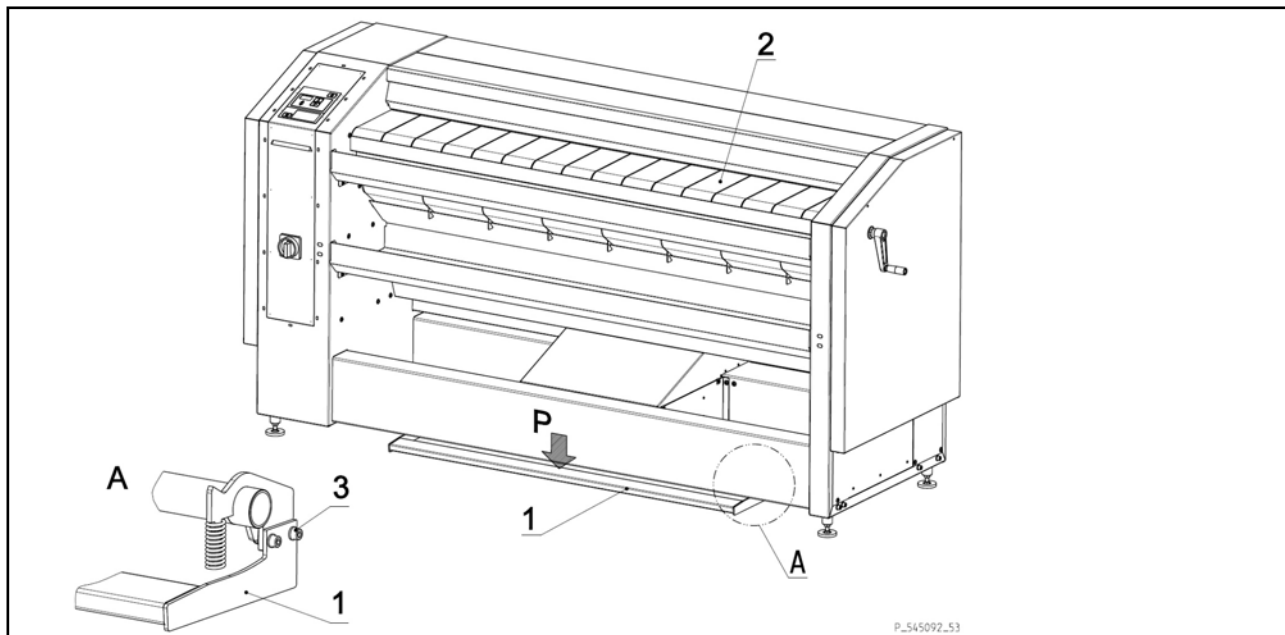

Figura 5.7.
- Il pedale per il comando stop / start del piano d'introduzione, rappresentato in figura 5.7., è il dispositivo indicato all'avviamento dei nastri caricatori del piano di appoggio. Sulle versioni (COIN a CPS) il sistema automaticamente arresta i nastri del piano d'introduzione nella fase di riscaldamento e di raffreddamento. Il pedale è collocato nella parte anteriore in sotto la trave anteriore.
- Figura 5.7 – pedale del sistema stop / start del piano di carico.
- Sistema a pedale viene fornito in dotazione alla macchina – il pedale (1) viene fornito in stato smontato. Il pedale (1) va fissato con le viti (3) ai bracci del pedale che fa parte della trave anteriore della macchina. Il pedale va installato dopo l'installazione della macchina – capitolo 3.
- Pedale del sistema stop / start svolge la funzione di un meccanismo ausiliario che durante il funzionamento della macchina consente all'operatore di arrestare e dopo ripetutamente avviare il movimento dei nastri caricatori (2) del piano d'introduzione.
- Arresto dei nastri caricatori (2) per intervallo di tempo necessario consente la distensione della biancheria sul piano d'introduzione prima del carico della biancheria nella stiratrice.
- Se i nastri caricatori (2) sul tavolo d'introduzione sono in movimento e viene azionato brevemente il pedale (1) in direzione (P) e successivamente viene rilasciato, i nastri caricatori (2) si arrestano.
- Se i nastri caricatori (2) sul tavolo d'introduzione sono fermi e viene azionato brevemente il pedale (1) in direzione (P) e successivamente viene rilasciato, i nastri caricatori (2) si mettono in moto.